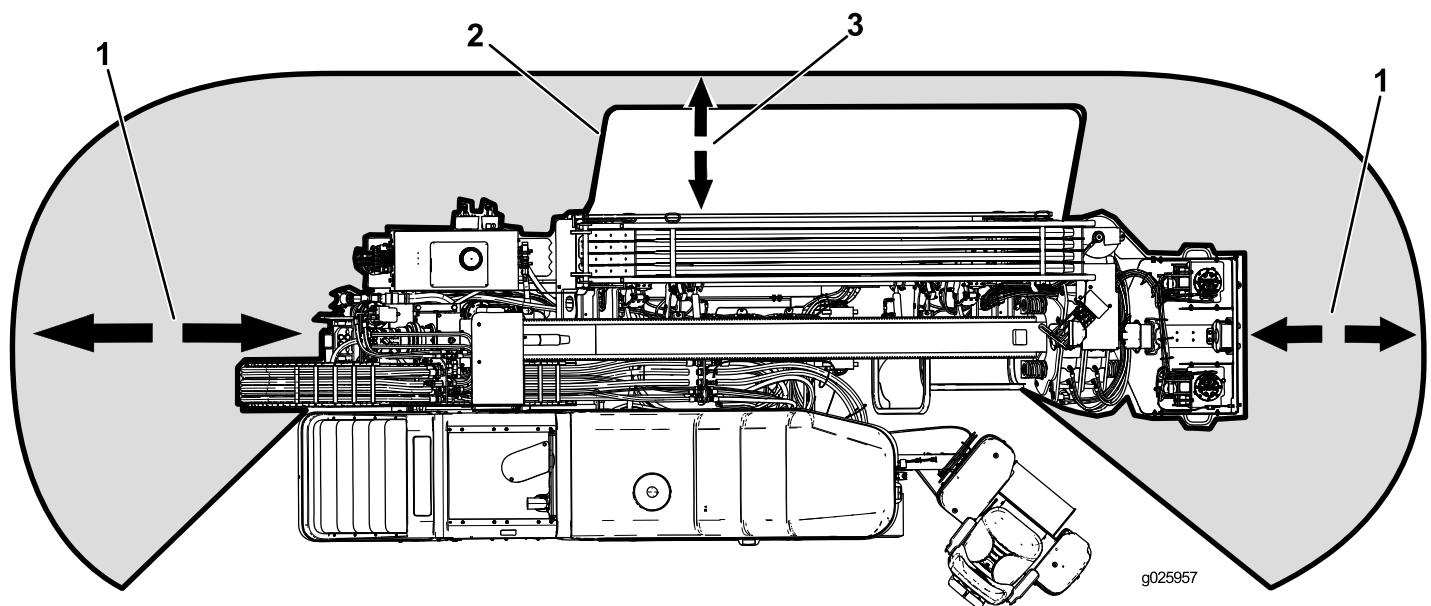

Рисунок 4
- Перед бурением всегда опускайте ограждение загрузчика трубы (Рисунок 4).